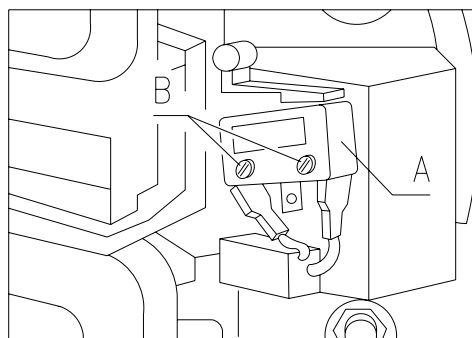

FIG. 17
8.9 SOSTITUZIONE MICRO PORTELLINI DI PRELIEVO FIG. 17